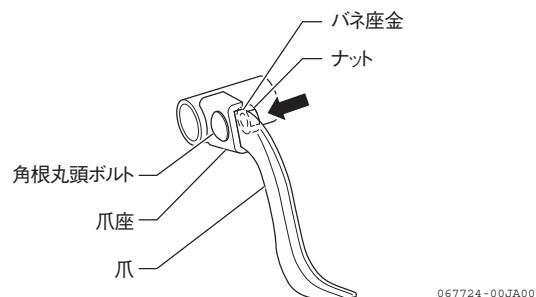
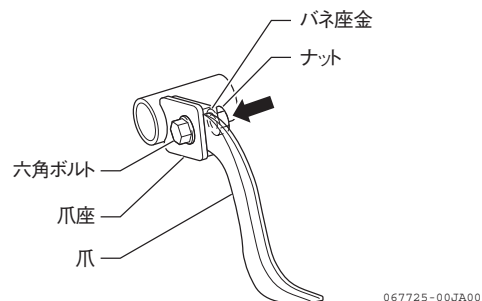

図 4-26
図 4-27
- 耕うん爪取付ボルト（各爪座）（図 4-26、図 4-27）